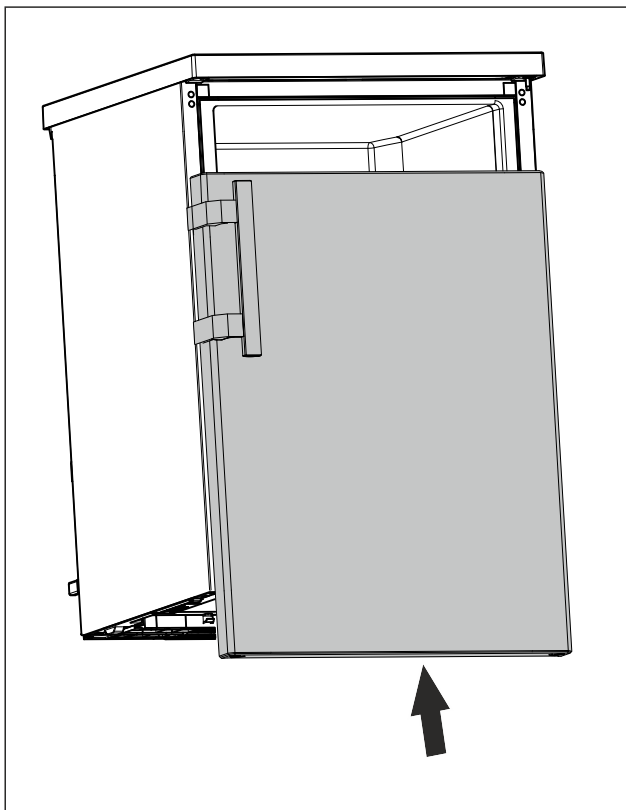

Fig. 20
- ▶ Futni derën në gjendje të mbyllur në bulonin e sipërm. (shihni Fig. 20)